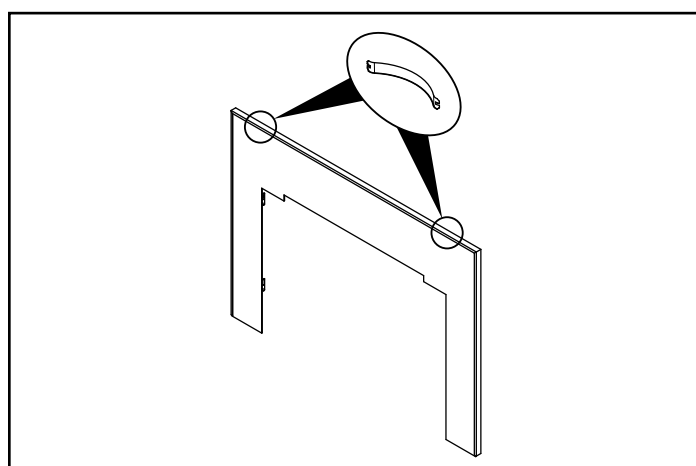

Figure 20.5
5. Installez deux ressorts d'acier sur chaque côté de l'encadrement mat vers le fond et de la trousse de garniture assemblée (Figure 20.5).